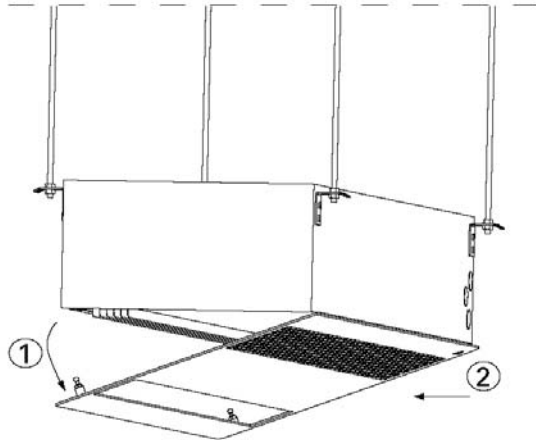

Fig.3 : ouverture de la trappe de visite
1. La trappe de visite s'ouvre en desserrant les attaches rapides situées du côté soufflage (tourner 90°), puis en dégageant la trappe de visite du rebord. Voir Fig. 3 et 4.
2. **La trappe de visite s'ouvre en desserrant les attaches rapides situées du côté soufflage (tourner 90°), puis en dégageant la trappe de visite du rebord. Voir Fig. 3 et 4 p6.**